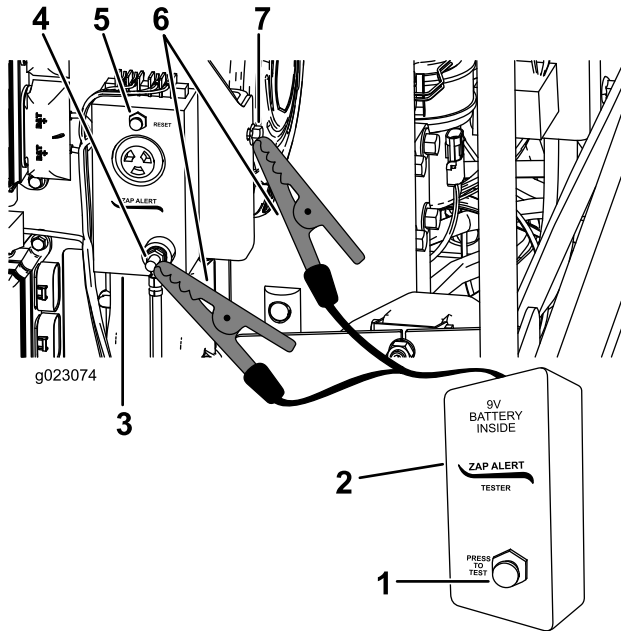

Figure 30
- Connectez une pince crocodile du testeur Zap-Alert au goujon de mise à la terre du système Zap-Alert (Figure 30).
- Appuyez sur le bouton de TEST sur le testeur Zap-Alert (Figure 30).
- Appuyez sur le bouton de RÉARMEMENT ZAP-ALERT pour arrêter l'alarme (Figure 30).